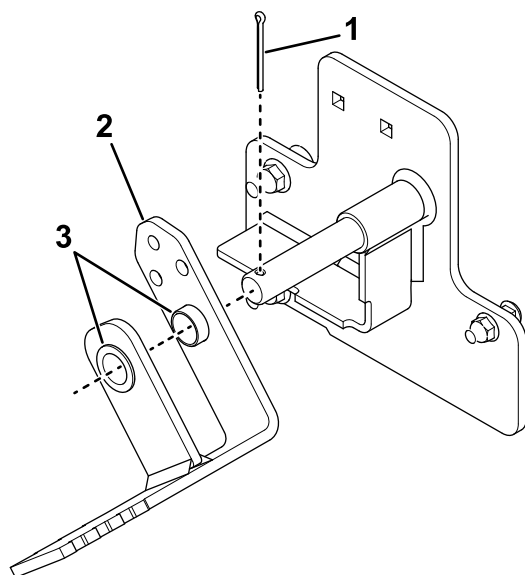

Figure 4
2. Montez le frein de stationnement sur le support gauche avec 2 douilles et fixez-le en place avec une goupille fendue, comme montré à la Figure 4.